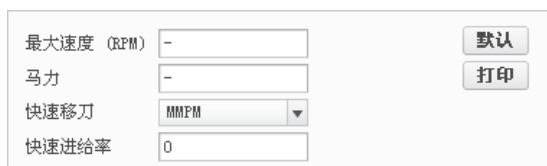

图 3.1.17 “参数”选项卡
- **参数** 选项卡：用于进给量单位和极限的设置，设置界面如图 3.1.17 所示。